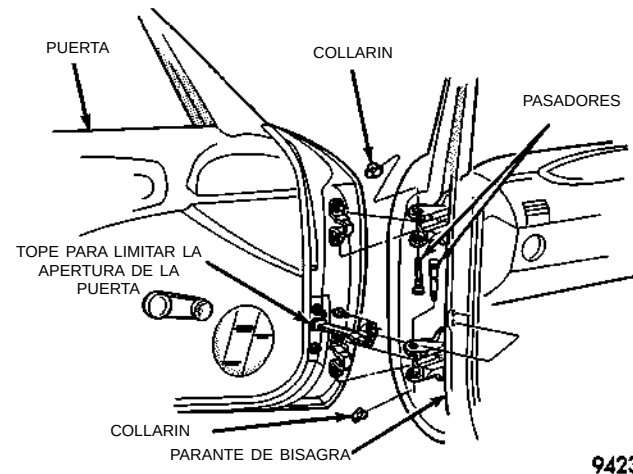

Fig. 35 Puerta
- (1) Abra y apoye la puerta sobre un dispositivo de elevación apropiado.
- (2) Si fuera necesario, desacople el conector del cable en el parante de bisagra.
- (3) Retire los pernos que sujetan la correa para limitar la apertura de la puerta al parante de bisagra.
- (4) Retire el collarín que sujeta el pasador de bisagra en la bisagra inferior de la puerta.
- (5) Retire el pasador de la bisagra inferior (Fig. 35).
- (6) Retire el collarín que sujeta el pasador de bisagra en la bisagra superior.
- (7) Retire el pasador de la bisagra superior (Fig. 35).
- (8) Separe la puerta del vehículo.